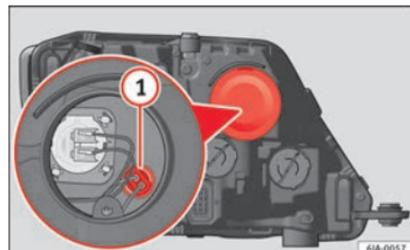

Abb. 89 Glühlampe für Standlicht auswechseln
- Nehmen Sie die Schutzkappe » Abb. 89 ab.
- Ziehen Sie die Fassung » Abb. 89 ① nach außen ab.